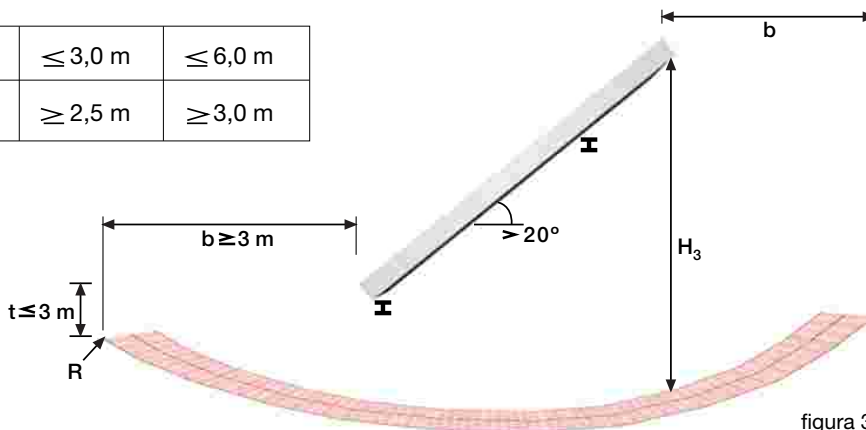

figura 3.
- Si el puesto de trabajo se encuentra sobre una superficie con una inclinación superior a 20°, la anchura de recogida **b** será al menos de 3,0 m. La distancia **t** entre el punto de trabajo en el extremo y el punto más bajo del borde de la red de seguridad no excederá los 3 m. (figura 3)